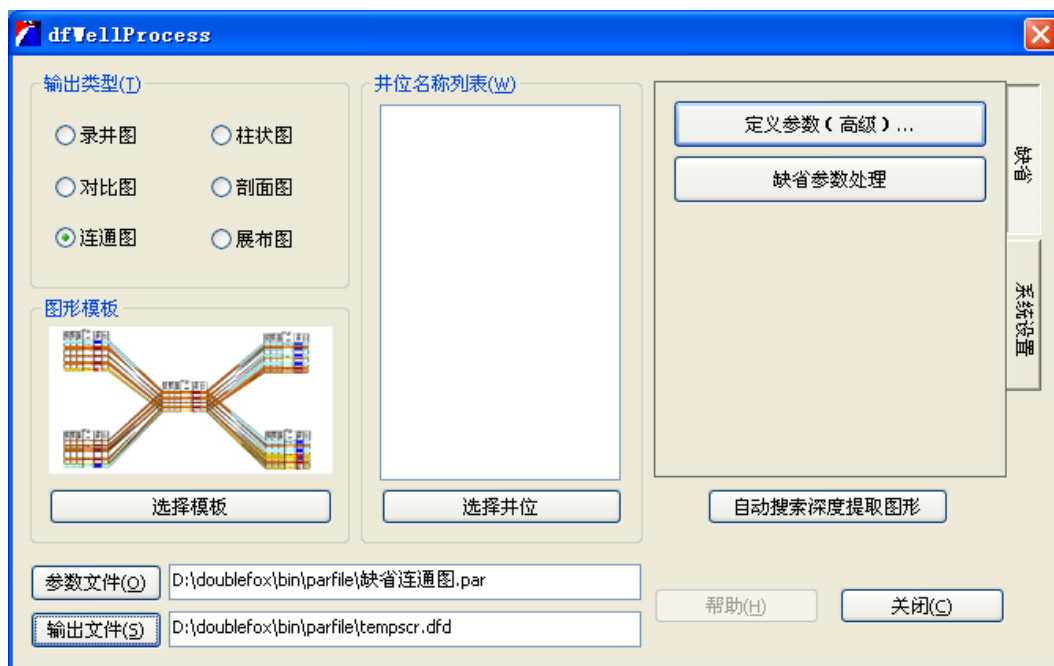

图 90
(2) 单击 **参数文件(O)**，定义参数文件。然后单击 **输出文件(S)** 设置成图文件的保存位置及名称。设置完毕后返回到图 90 所示的界面。